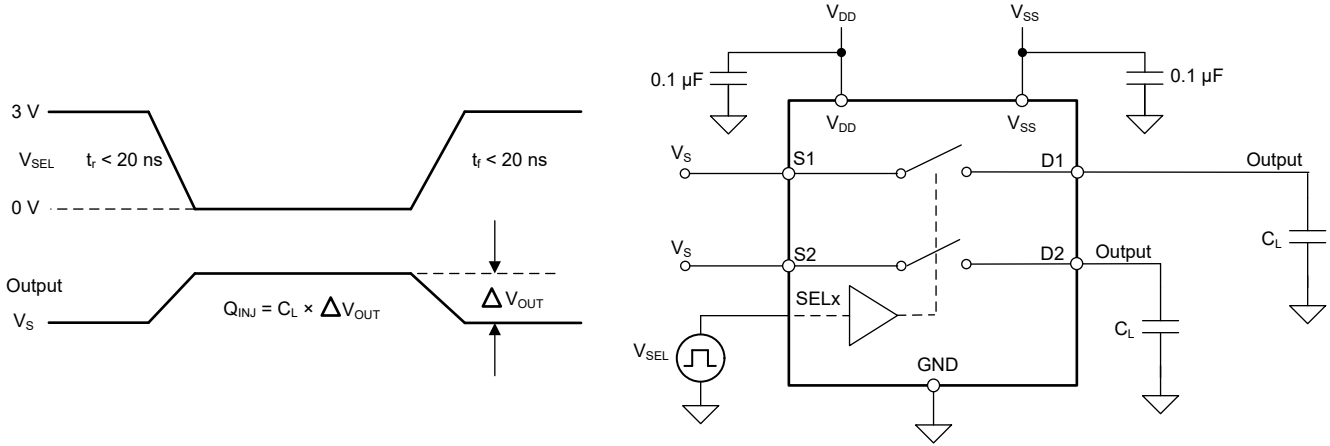

图 6-7. 电荷注入测量设置
TMUX722x 具有传输门拓扑。NMOS 和 PMOS 晶体管之间电容的任何不匹配都会导致在栅极信号的下降沿或上升沿期间向漏极或源极注入电荷。注入器件源极或漏极的电荷量称为电荷注入，用符号 Q_C 表示。图 6-7 展示了用于测量从源极 (Sx) 到漏极 (D) 的电荷注入的设置。